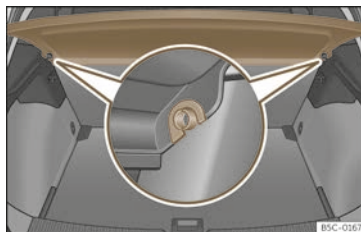

Abb. 187 Im Gepäckraum: Gepäckraumabdeckung aus- und einbauen.
- Ziehen Sie die Gepäckraumabdeckung nach oben aus den seitlichen Halterungen >>> (Abb. 187) heraus.
- Führen Sie die Gepäckraumabdeckung horizontal ein, so dass das „Hufeisen“ über der Aufnahmeachse >>> (Abb. 187) liegt, und drücken Sie die Abdeckung nach unten, bis sie einrastet.